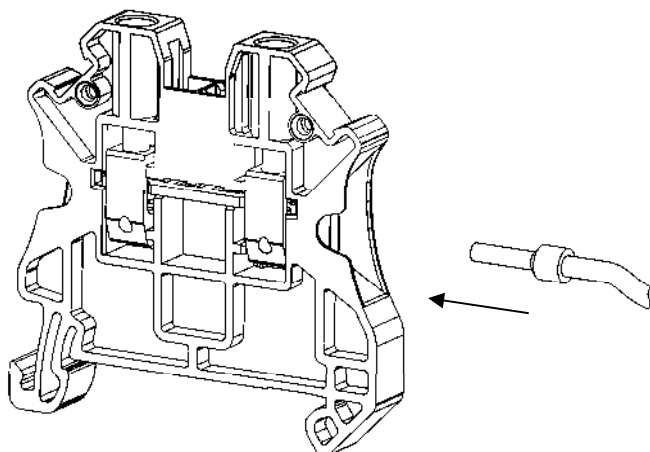
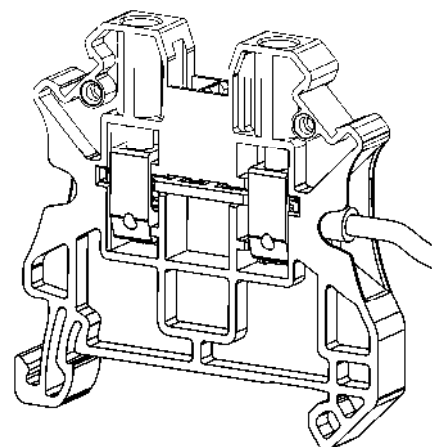

Рисунок 23 – ввод проводника в точку подключения
Рисунок 24 – проводник в точке подключения
- Вставьте подготовленный проводник до упора в точку подключения (прямоугольное отверстие) клеммы (рис. 23; рис. 24);